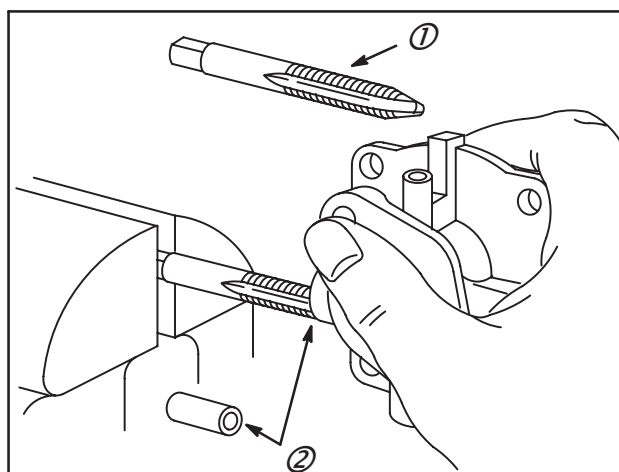

Fig. 138
1. Serrer un taraud de 1/4" x 20 (1) dans un étau.
2. Tourner le corps de carburateur pour visser suffisamment le taraud dans les paliers (2) pour l'extraire du corps, Fig. 138.